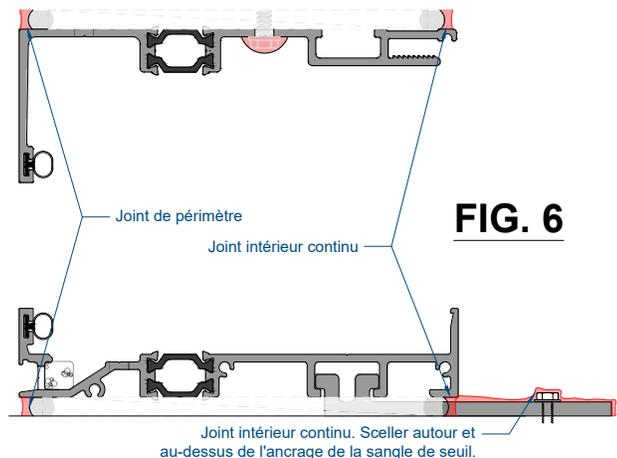

FIG. 6
- Installer un mastic entre le récepteur extérieur et le substrat de périmètre conformément aux recommandations des fabricants de mastic pour le rapport hauteur/profondeur. **Voir FIG 6.**